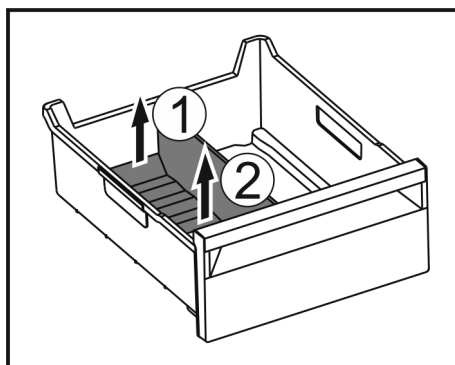

Fig. 145
- Zdvihnute zadnú časť oddelovača zásuvky na ľad. Fig. 145 (1)
- Odoberte oddelovač zásuvky na ľad nahor. Fig. 145 (2)